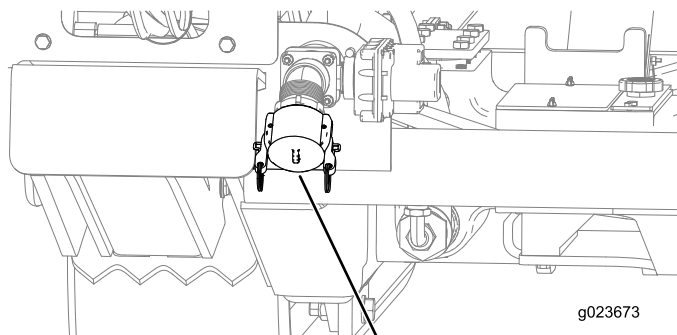

Figura 125
- B. Asegúrese de que está instalado el tapón de la entrada de la bomba de fluido de perforación (Figura 125).